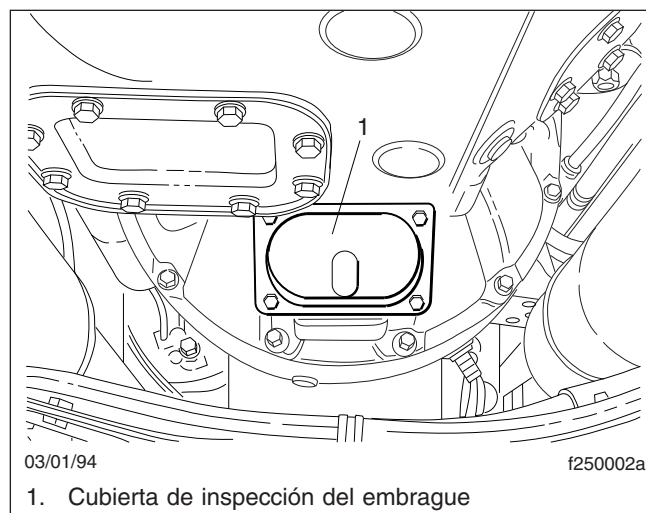

Figura 6, Retire la cubierta de inspección del embrague
1. Retire la cubierta de inspección del embrague de la campana. Vea la **Figura 6**.